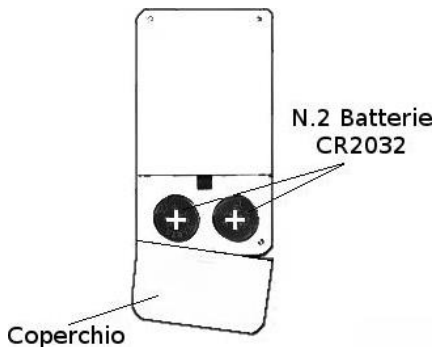

Fig. 4
- 1.1 Aprire il coperchio posto nel retro del telecomando facendolo scorrere verso il basso (vedi fig. 4).
- 1.2 Inserire le due batterie con il polo positivo rivolto verso l'alto (vedi fig. 4). (in caso di sostituzione, estrarre le vecchie batterie prima di inserire quelle nuove).
- 1.3 Chiudere il coperchio facendolo scorrere verso l'alto (vedi fig. 4).